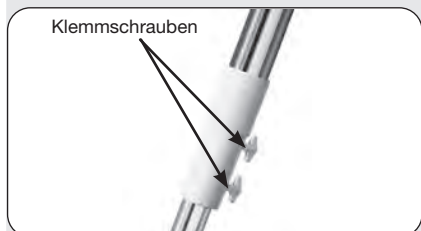

Abb. 12: Höhe der Stativbeine einstellen und Anziehen der Klemmschrauben.
14. Einstellen der Stativhöhe: Stellen Sie das Stativ ein, indem Sie die Feststellschrauben (Abb. 12) am Stativ lockern. Ziehen Sie anschließend die inneren Stativbeine auf die von Ihnen gewünschte Länge. Dann ziehen Sie die Schrauben wieder fest. Stellen Sie das Stativ auf eine Höhe ein, die Ihnen das Beobachten so angenehm wie möglich macht.